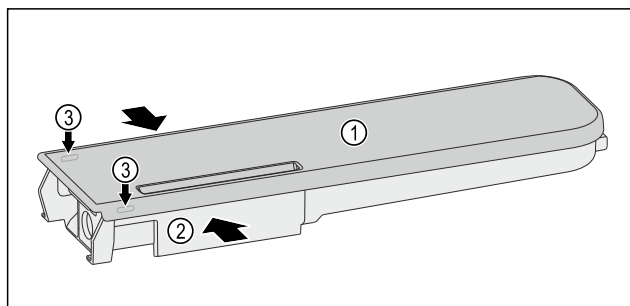

Fig. 224
- Comprimere il serbatoio dell'acqua Fig. 224 (2) e fare leva con attenzione sul coperchio Fig. 224 (1) sollevandolo dai naselli di arresto Fig. 224 (3).
- Spostare leggermente avanti e indietro il coperchio Fig. 224 (1) e rimuoverlo verso l'alto.